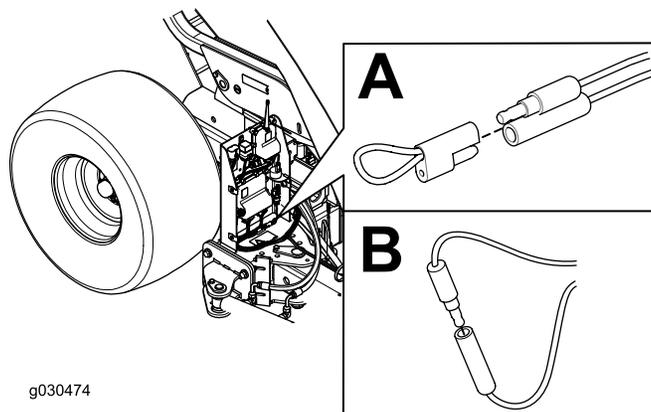

図 41
4. 故障診断コネクタ2個についているひも付きキャップを外す (図 41 A)。
5. 故障診断コネクタ同士を接続する (図 41 B)。